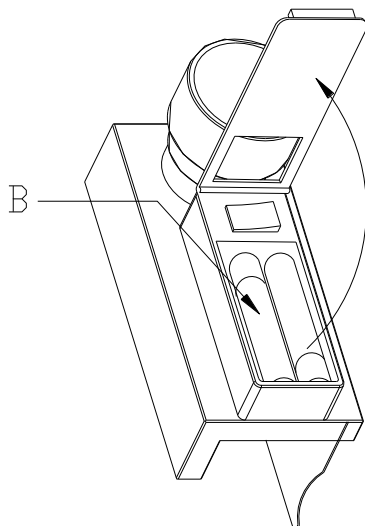

Figure 2
- Pour accéder au compartiment des piles, ouvrir le volet (**voir figure 2**).